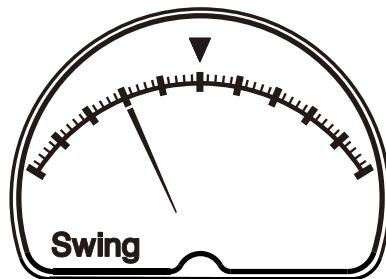

图7-7-2：压力波动的指示
**举例说明：**ConST211量程为（0~100）kPa，当前压力测量数值为50.01kPa，上次压力测量数值为50.11kPa，则相邻2次测量数值的波动幅度为-0.1%FS。那么模拟表盘的显示如图7-7-2：